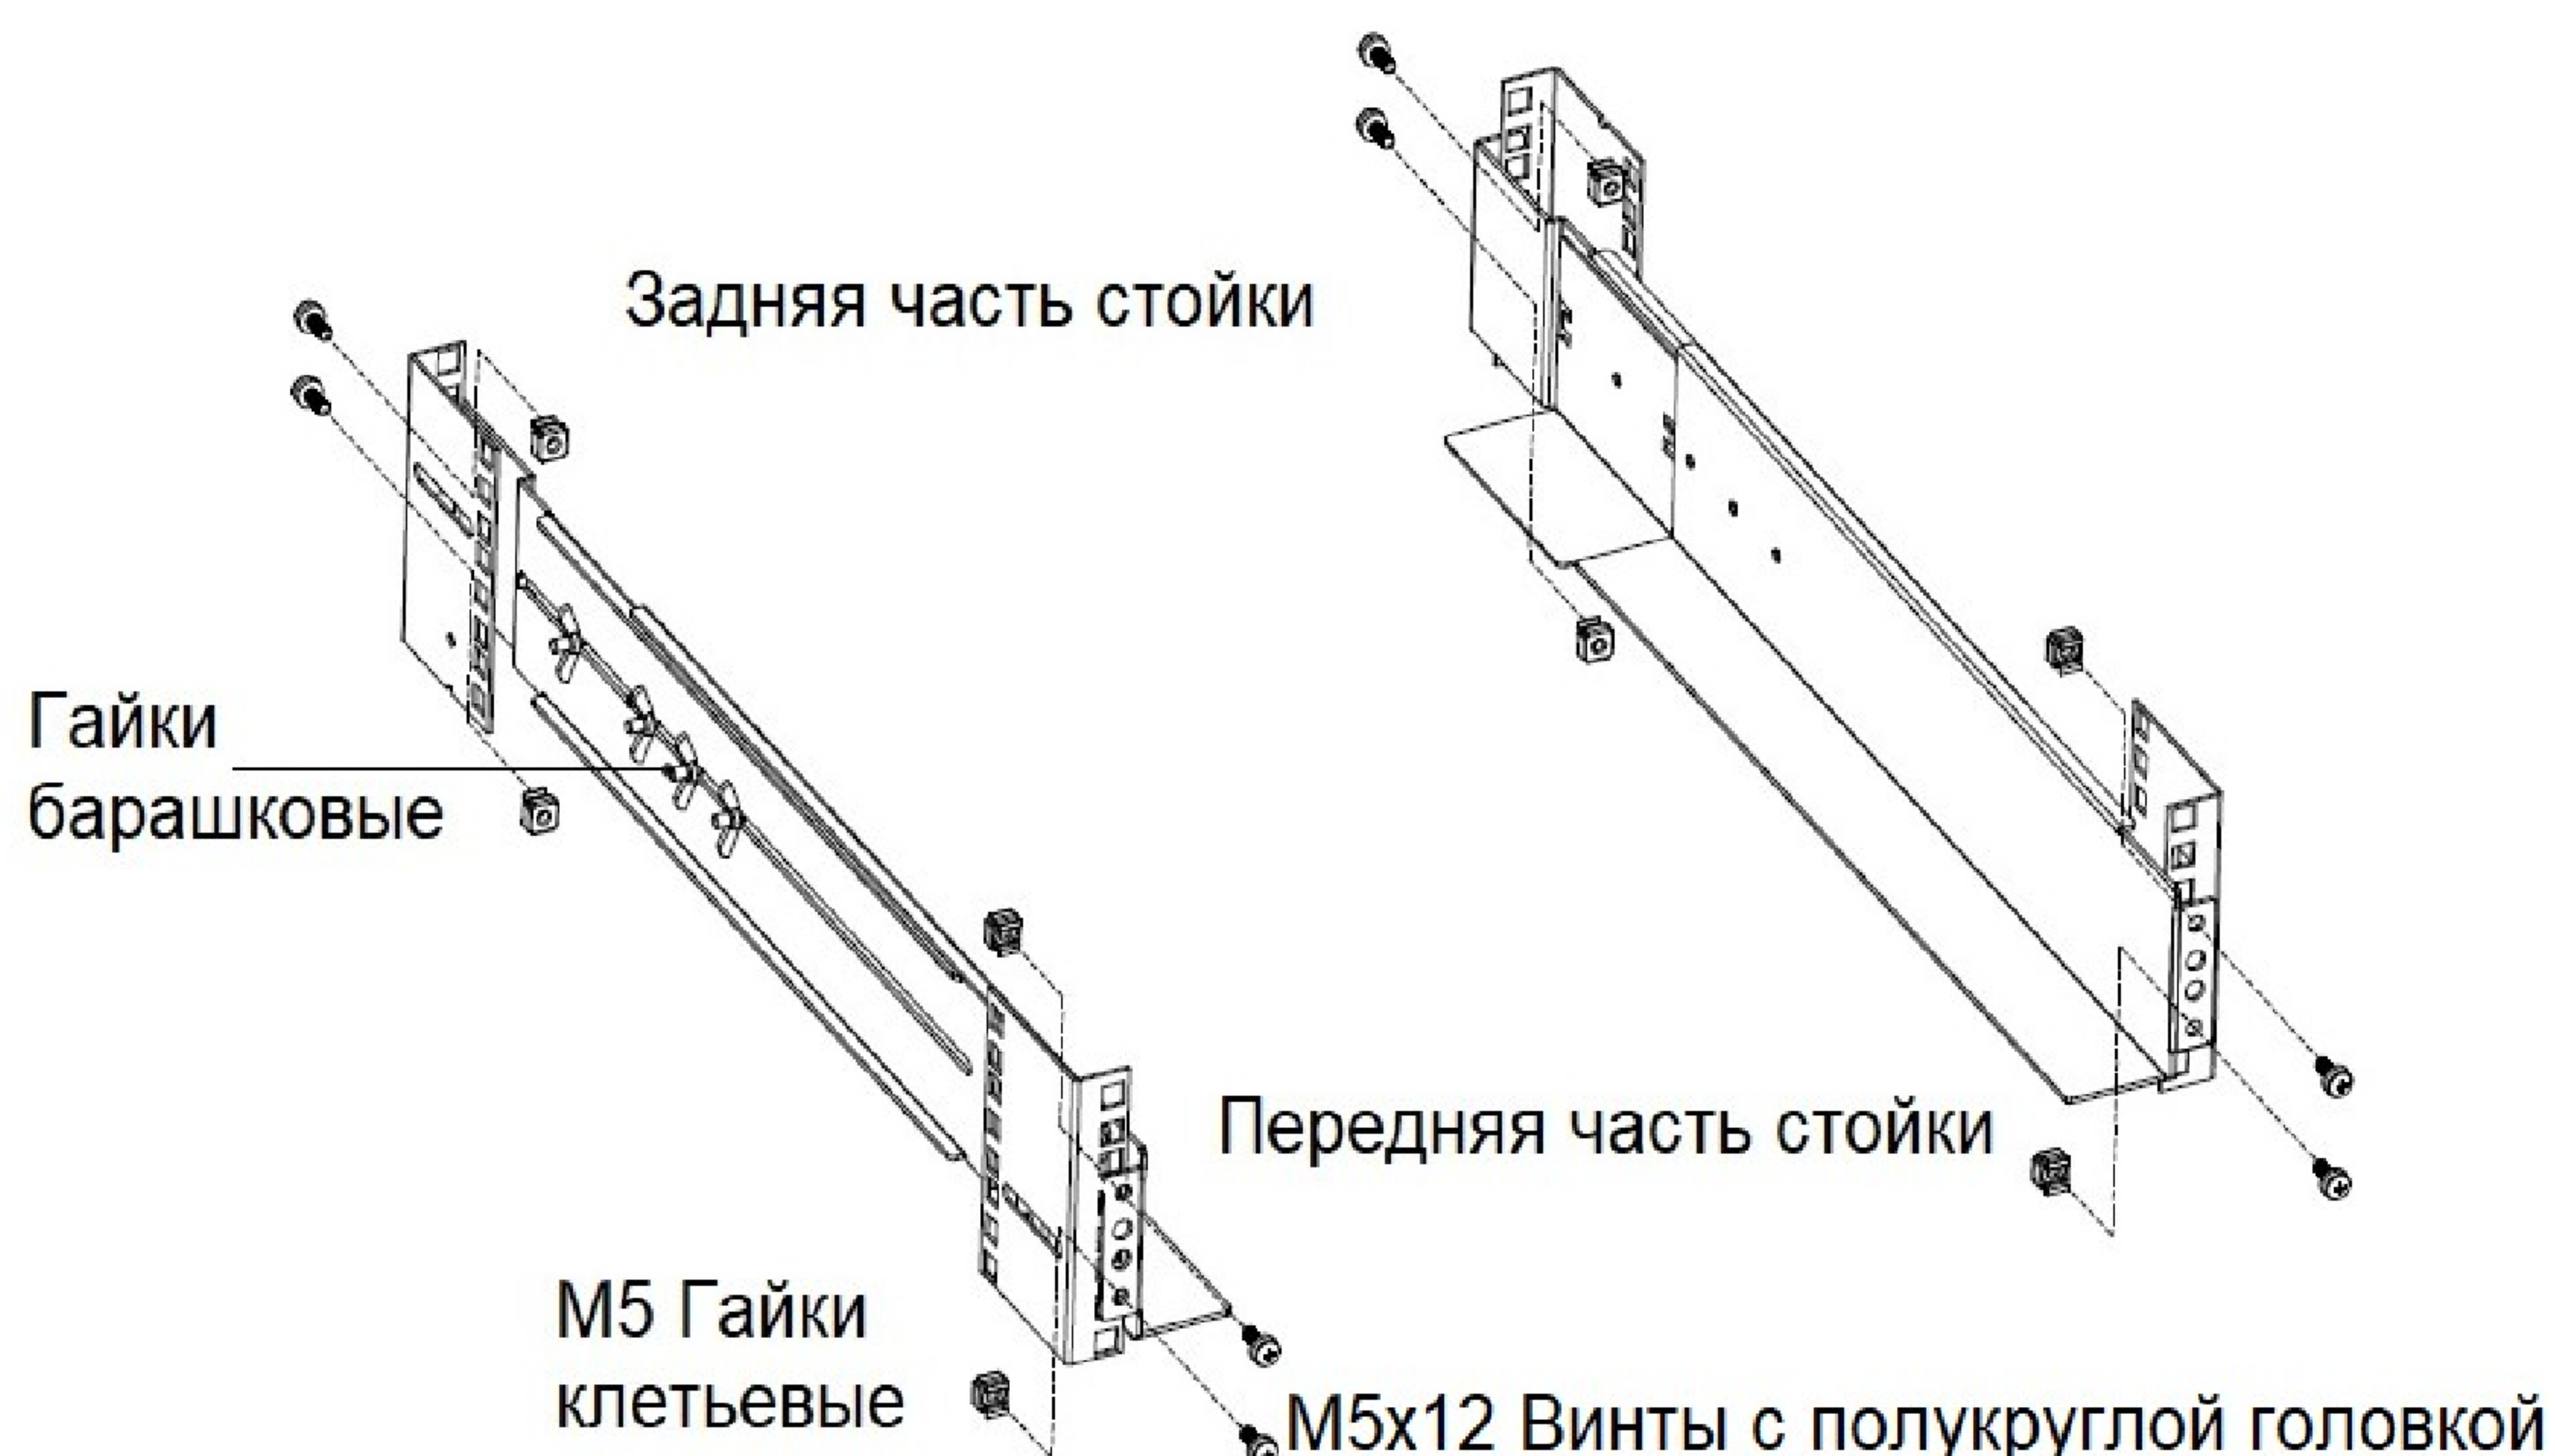

Рис.6 — Крепление направляющих в стойке
- 2) Затяните гайки скрепляющие передние и задние части направляющих (см. рис.6);